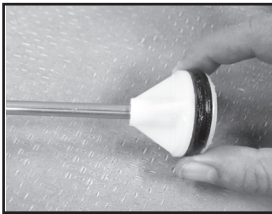

Figura 3
3. Inspeccione la junta tórica. Si está desgastada o dañada, quítela y reemplácela. Para el atomizador de acetona, lubrique la junta tórica con grasa de silicona. **(Vea la figura 3).**